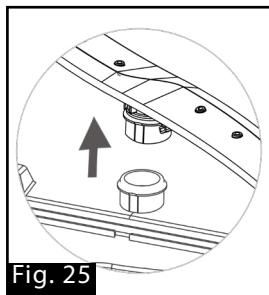

Fig. 25
6. Saque la cesta principal del lavavajillas y levante un poco el brazo rociador inferior para aflojar el gacho (Fig. 25).